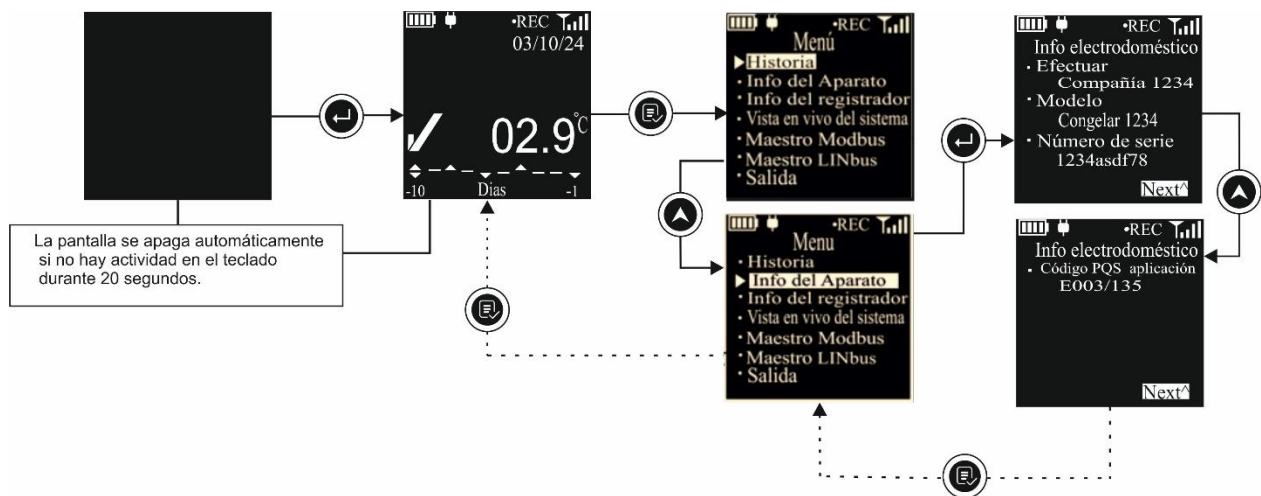

Figura 21 Menú de información del dispositivo
- Acceda al Menú Principal y seleccione la opción Información del Dispositivo según los pasos que se muestran en la Figura 21.
Nota: La información que se muestra en la figura 21 es sólo a modo de ejemplo.